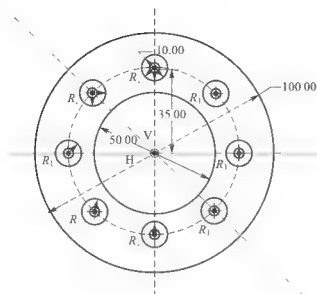

图 2.64 练习题(2)图
- (2) 按尺寸要求绘制如图 2.64 所示的二维草绘图形。